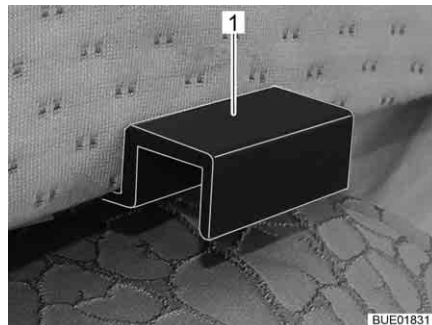

Bild 127 Fästen extra dynor
- Häng extra dynan med fästena (Bild 127,1) så att det blir en stängd sängyta i enkelsängarnas öppning.